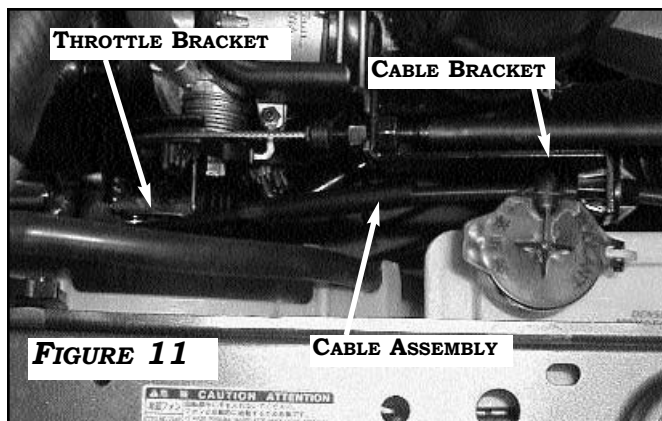

FIGURE 11
4. CONNECT THE **CRUISE CONTROL CABLE** TO THE **THROTTLE LEVER BRACKET**. **FIGURE 11**